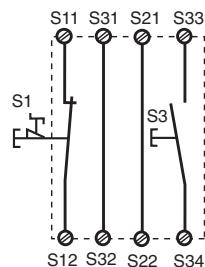

Fig. 3: Circuito de entrada monocanal, supervisado/Circuito di entrata monocanale, start controllato/Eenkanalig ingangscircuit, bewaakte start
- Fig. 3, 4 y 5, 6: **S13-S14 no conectado**
- Fig. 3, 4 e 5, 6: **nessun** collegamento S13-S14
- Fig. 3, 4 en 5, 6: **geen** verbinding S13-S14